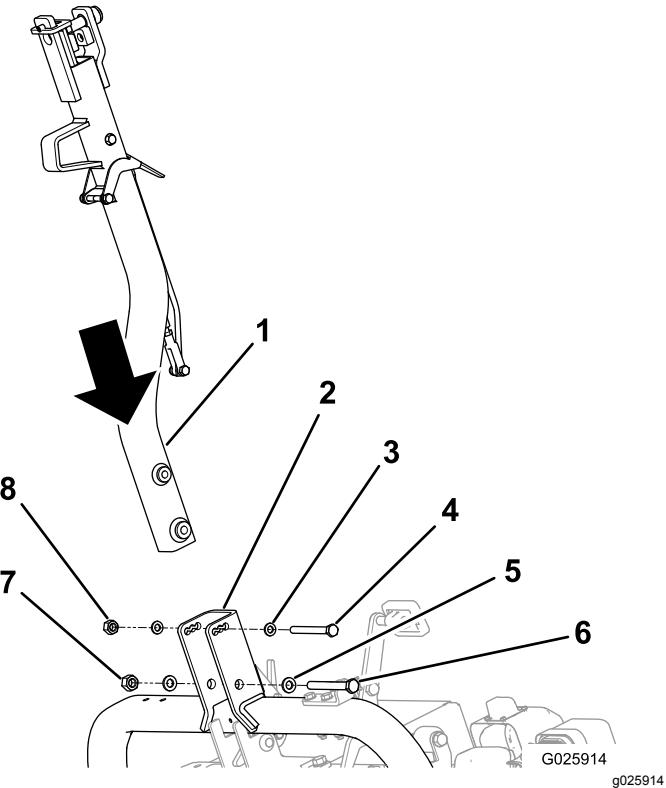

Bild 5
2. Befestigen Sie die Anbauvorrichtung mit den entsprechenden Befestigungen an der Schwenkhalterung der Anbauvorrichtung, siehe Bild 5.